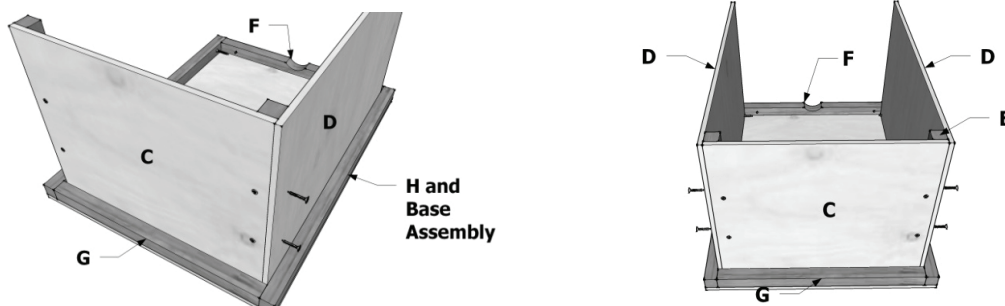

Fig. 4 - Assemblage des côtés du banc, parties C et D. Vissez à intervalles réguliers.
- c. **Faites glisser** le côté adjacent et le panneau arrière (Partie D et C) sur la base comme illustré (Fig. 4)
- e. **Utilisez 4 vis de 1 5/8"**, **fixez** les panneaux latéraux (Parties D) dans les longueurs « 2x2s » verticales. (Fig. 4 à nouveau)